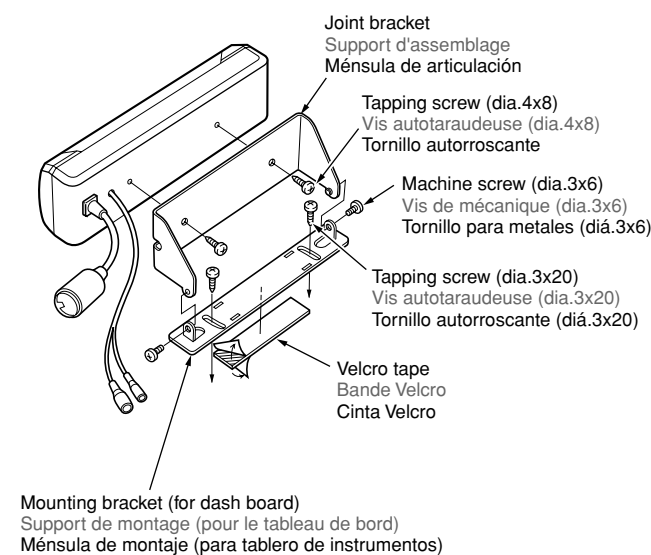

Figure 4 / Figure 4 / Figura 4
1. Attach the joint bracket to the back of the speaker with the tapping screws (dia. 4 x 8). Figure 4
1. Fixez le support d'assemblage à l'arrière du haut-parleur avec les vis autotaraudeuses (dia. 4 x 8). Figure 4